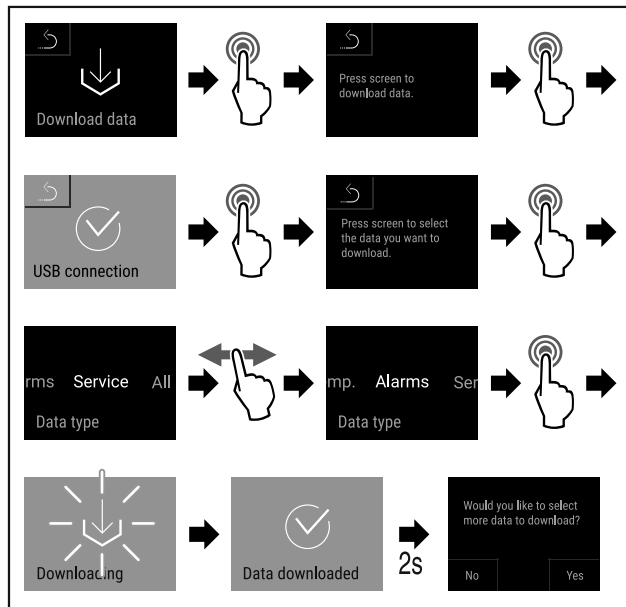

Fig. 136
- Eseguire i passi (vedere Fig. 136).